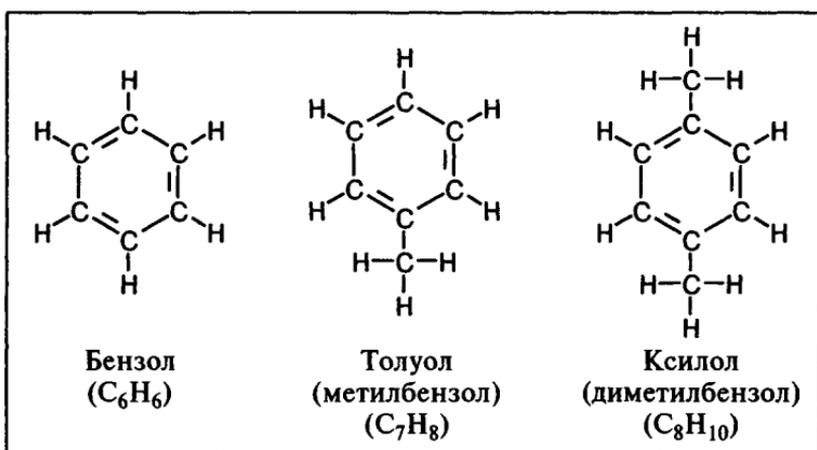

Рис. 5.8. Ароматические углеводороды.
*Ароматические углеводороды* являются еще одним исключением из правил валентности. Рассмотрим циклическое соединение циклогексан. Каждый атом углерода связан с двумя другими атомами углерода и к нему прицеплено два атома водорода. Если убрать один из водородов от каждого углеродного атома, то правило валентности нарушится и, чтобы оно снова выполнялось, между углеродными атомами можно поместить некоторое количество двойных связей. Для этого требуется, чтобы двойная связь была у каждого второго атома углерода (рис. 5.8). Мы получили молекулу  $C_6H_6$ , *бензол*. Представление, что каждая вторая связь в бензольном кольце — двойная, является сильно упрощенным. Более реальное представление оперирует понятиями резонансных структур и перескакивающих связей.